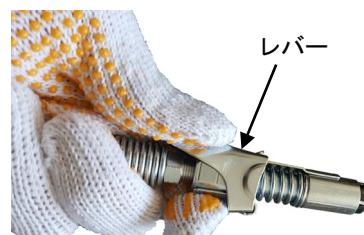

Fig.7
- 1) グリースニップルとカプラーの先端をきれいに拭いてからレバーを引き、レバーを引いたままグリースニップルにあててください。レバーから指を離すとチャッキングします。(Fig.7)